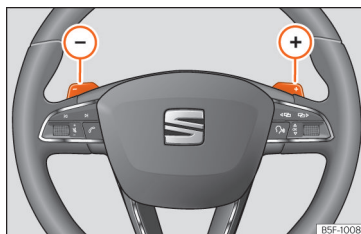

Abb. 240 Lenkrad mit zwei Schaltwippen für die Tiptronic.
- Im Fahrprogramm **D** oder **S** Schaltwippen am Lenkrad betätigen » **Abb. 240**.
- Tippen Sie die Schaltwippe , um einen Gang hochzuschalten » **Abb. 240**.